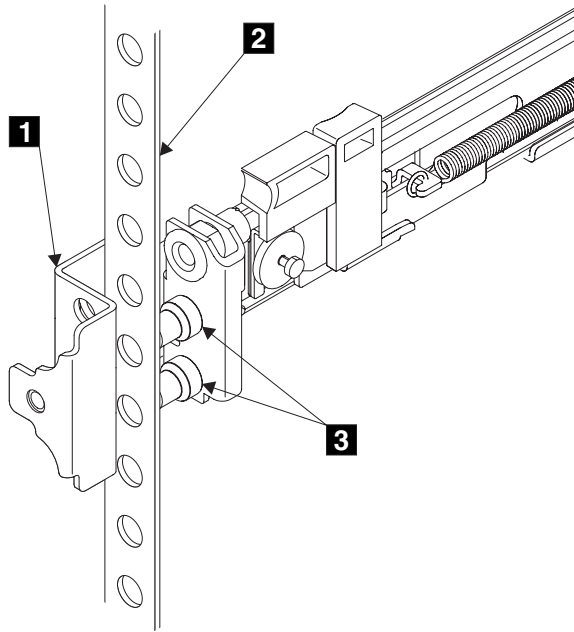

図 30. レールの前面の端の取り付け
11. 左レールの前面の端をラック・キャビネットにはめる。前面ブラケットの上端 **1** (34 ページの図 30) が、ラック上の必要な EIA マーキングに合うように調整する。